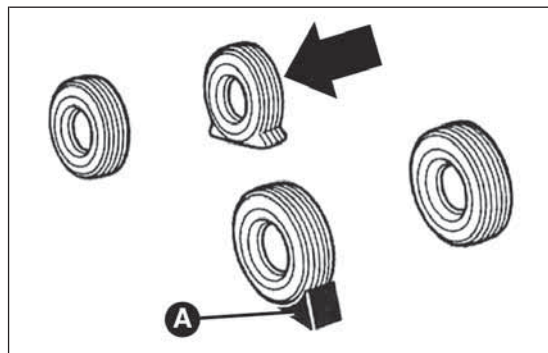

fig. 158
- posizionare il cuneo posteriormente, sulla ruota diagonalmente opposta a quella da sostituire (vedere fig. 158) in modo da prevenire movimentazioni della vettura quando questa è sollevata da terra;